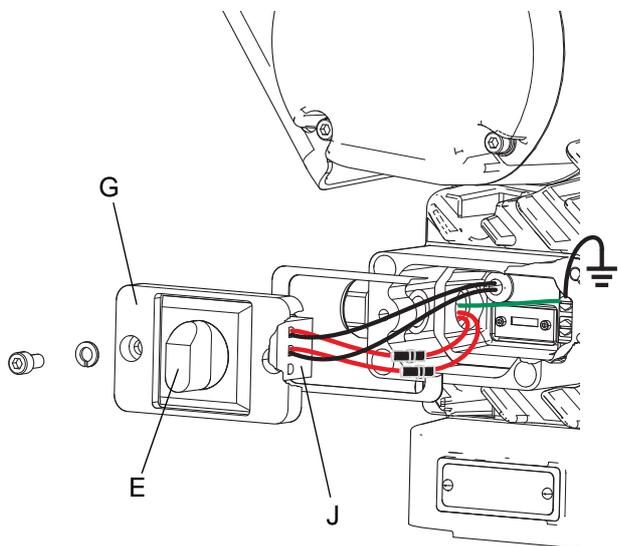

FIG. 5: Cable de conexión a tierra
6. Coloque los cables del ventilador y otros cables de alimentación en la zona abierta de cualquier lado del bloque de desconexión (J) según el espacio que haya. Vuelva a instalar la tapa de la caja de conexiones. Consulte FIG. 5.